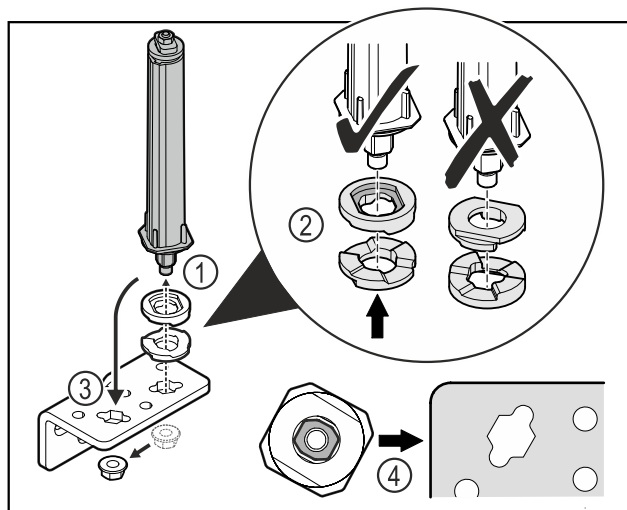

Fig. 30
- ▶ Развийте гайката и свалете затварящата система на вратата Fig. 30 (1).
- ▶ Обърнете внимание на правилното подравняване на шайбите за регулиране на височината Fig. 30 (2).
- ▶ Преместете затварящата система на вратата в ъгъла на пантата и я фиксирайте с гайката Fig. 30 (3).
- ▶ При поставяне се уверете, че затварящата система на вратата е правилно подравнена Fig. 30 (4).